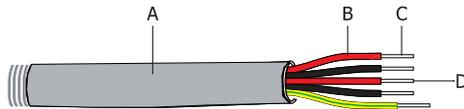

Abbildung 4.3-3 Netzanschlussleitung
Schritt 1. Bereiten Sie die Klemmen und AC-Kabel gemäß der richtigen Tabelle vor. Siehe Abbildung 4.3-3.